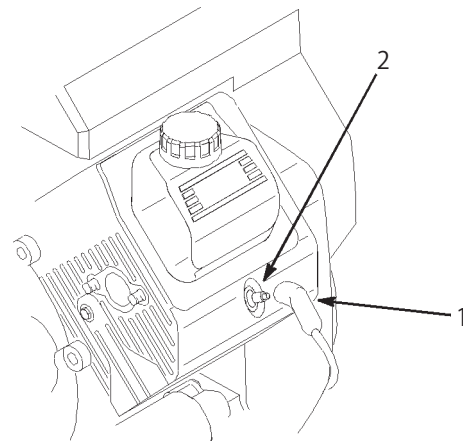

図57
- 点火コード (図57) を抜き取る。
- 点火コード (図57) を取り付ける。
3. バッテリー押さえと付属の金具類を外す (図57)。